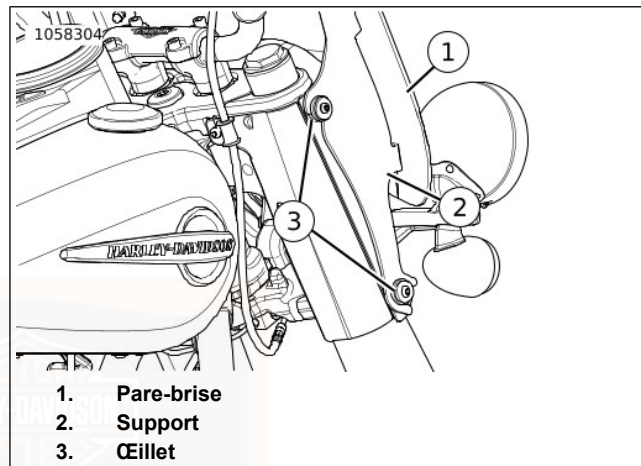

Figure 36. Ensemble de pare-brise
1. Voir Figure 36. Déplacer le HAUT de l'ensemble de pare-brise (1) vers l'avant jusqu'à ce que les encoches SUPÉRIEURES du support (2) se séparent des œillets (3) en glissant.
1. Voir Figure 36. Vérifier que les œillets (3) et les supports (2) sont en place et en bon état.